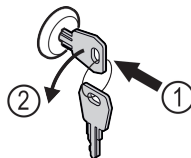

Fig. 162
- ▶ Пъхнете ключа. Fig. 162 (1)
- ▶ Завъртете го на 90° обратно на часовниковата стрелка. Fig. 162 (2)